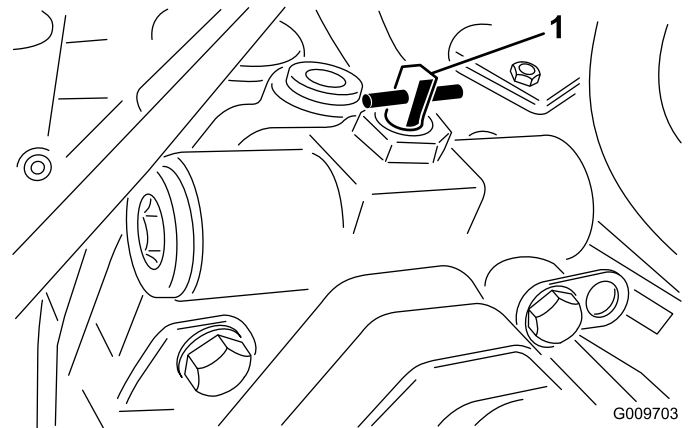

Figura 18
2. Gire la válvula auxiliar 90° (1/4 de vuelta) en cualquier sentido para abrirla y dejar pasar el aceite internamente (Figura 18).